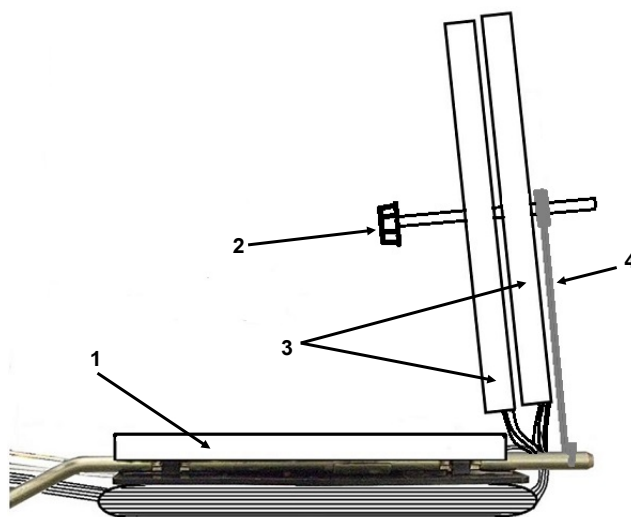

Рис. 4. Подъем и закрепление кассет №2 и №3 на фиксаторе:
2.4. Кассеты № 2 и №3 поднимают и закрепляют на фиксаторе с помощью болта М6, входящего в комплект фиксатора. Кассета №1 остаётся на своём месте. Она закреплена на нём двумя шурупами (см. рис. 4).